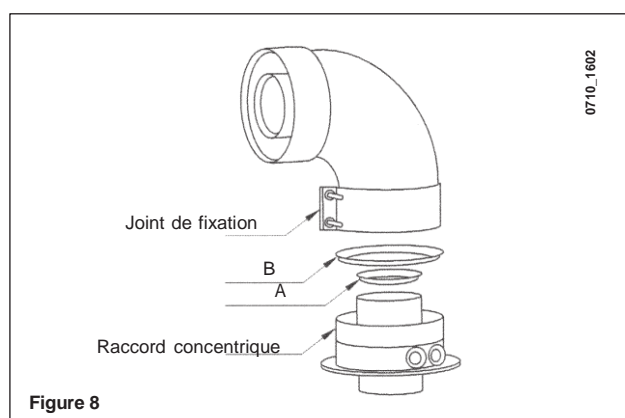

Figure 8
**Le diaphragme présent dans la chaudière (figure 8) doit être enlevé lorsque  $L1 + L2 > 4m$ .**